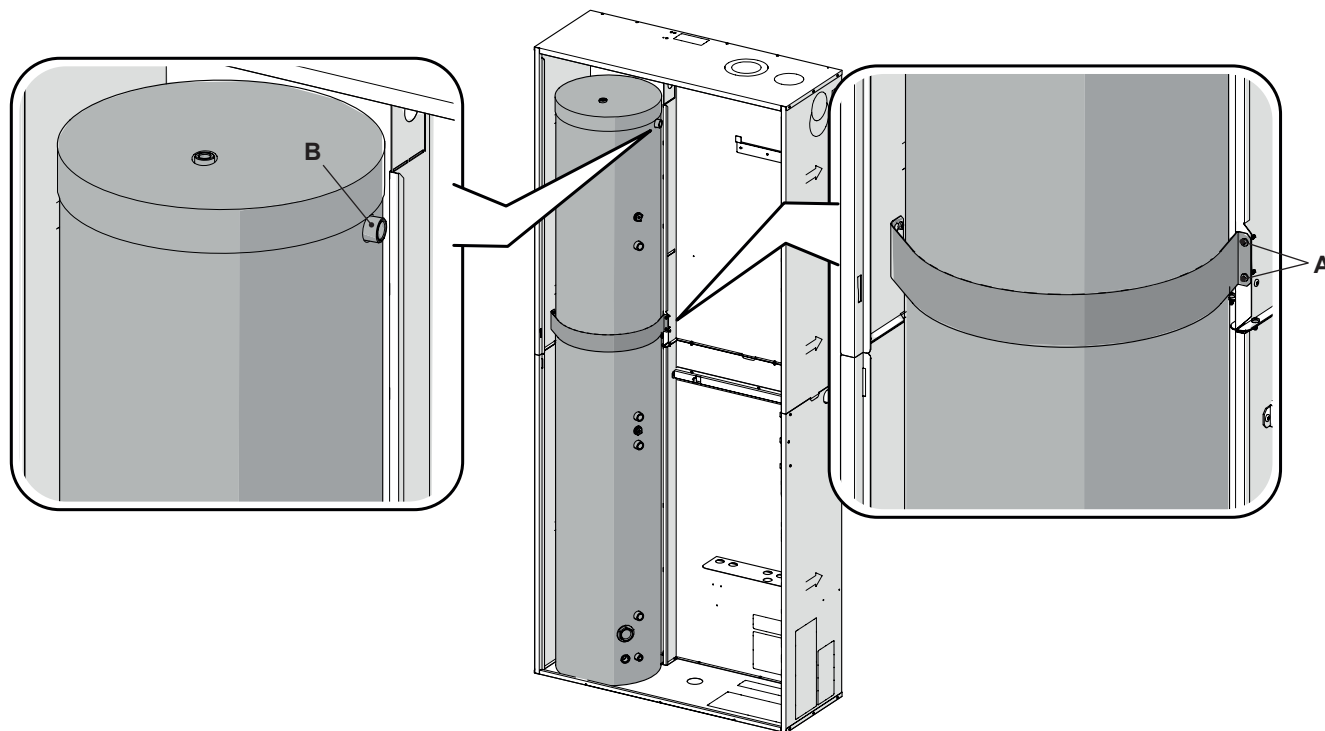

Figura 2.4
• Inserire il bollitore all'interno della controcassa e assicurarli con la fascia di contenimento come raffigurato in (Figura 2.4).